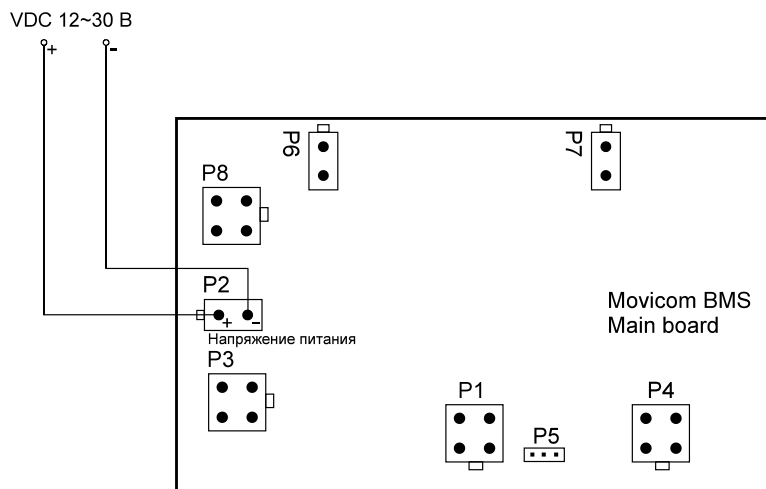

Рис.9 Подключение напряжения питания к Mainboard
7. Подключение напряжения питания к плате Mainboard (рис.9).